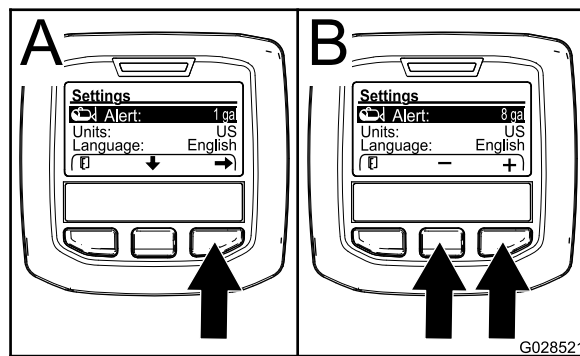

Figura 69
- Carregue no botão de seleção central para realçar a definição de alerta (Figura 69).
- Pressione o botão de seleção direito (Figura 69).
quando o alerta é mostrado durante a operação do pulverizador (Figura 69).